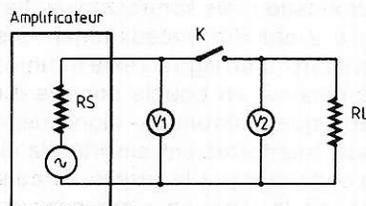

Figure 13 : Mesure de l'impédance de sortie et du facteur d'amortissement.
**MESURE DE L'IMPEDANCE DE SORTIE** et calcul du facteur d'amortissement en réalisant le montage de la figure 13. L'interrupteur K est ouvert on mesure la tension de sortie à vide et le voltmètre ayant une résistance interne élevée, on pourra négliger la chute